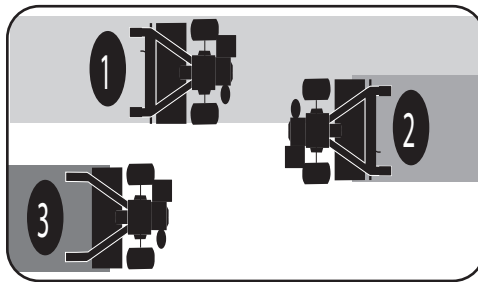

Figure 4-14
- S'il n'est pas possible de labourer le sol sur la longueur et sur la largeur, chevauchez la première rangée d'une demi-largeur de motoculteur, puis chevauchez les rangées suivantes d'un quart de largeur. Voir Figure 4-14.